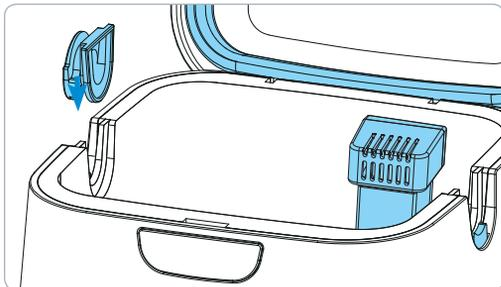

Figure 6. Installer le bouchon amovible de l'entrée de tuyau
2. Installer le bouchon amovible de l'entrée de tuyau dans l'une des deux entrées (figure 6).
Positionner le bouchon amovible de l'entrée de tuyau tel qu'illustré à la figure 6. La face arrondie du bouchon amovible de l'entrée de tuyau est à l'extérieur du SoClean 2.
3. **Retirer l'emballage plastique extérieur et le ruban bleu de la cartouche de filtre** et l'insérer complètement dans l'entrée réservée située dans le coin arrière droit de la chambre du SoClean. S'assurer de la bonne installation en orientant les orifices d'aération de la cartouche de filtre vers l'avant de l'appareil, comme illustré à la figure 6.